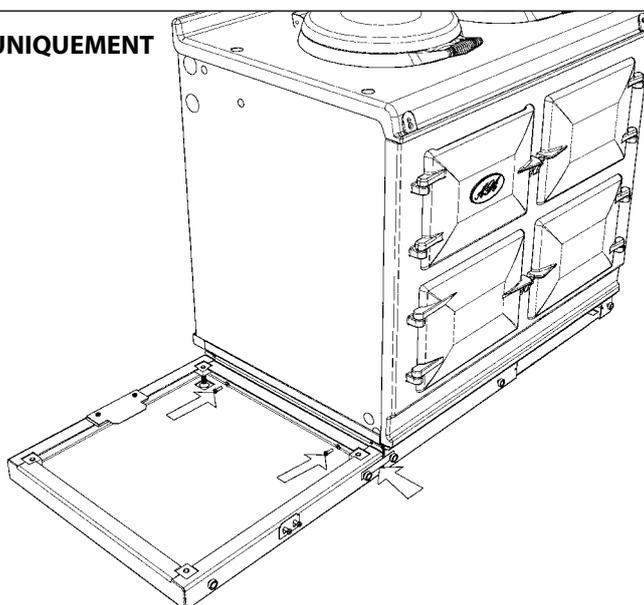

Fig. 10.5
8. Fixer le socle du module au socle de l'AGA R7/eR7 à l'aide des 2 vis M6 et rondelles fournies (voir **Fig. 10.5** ou **Fig. 10.6**). Faire glisser la languette de jointage avant sur les deux aimants adjacents, afin de fixer les deux appareils ensemble.